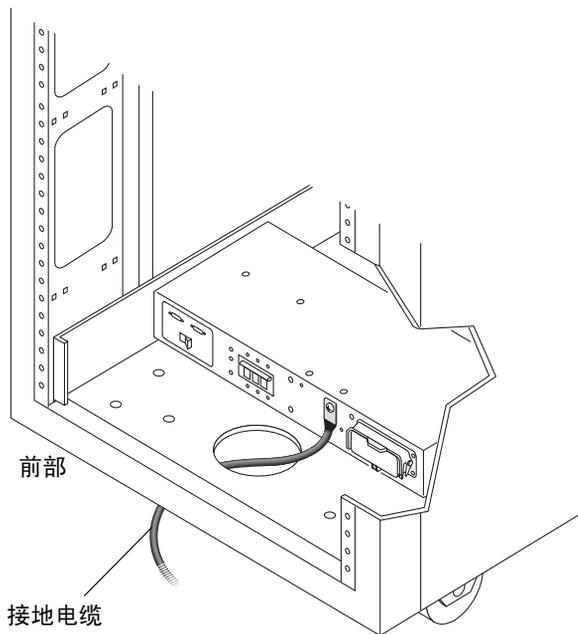

图 2-14 将接地电缆接到前电源定序器
5. 将接地电缆的一端接到机箱上的前交流电源定序器上（图 2-14），将另一端穿过机箱底部的开口。